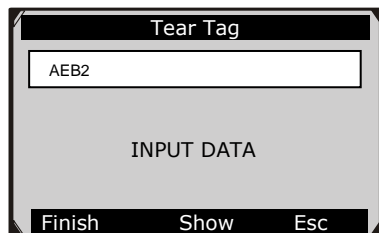

Figura 6.11
- 4) Tomando la opción de **Etiqueta** por ejemplo, usted tendrá que llenar la información del vehículo precisa en el ingreso de entrada. (Figura 6.11)